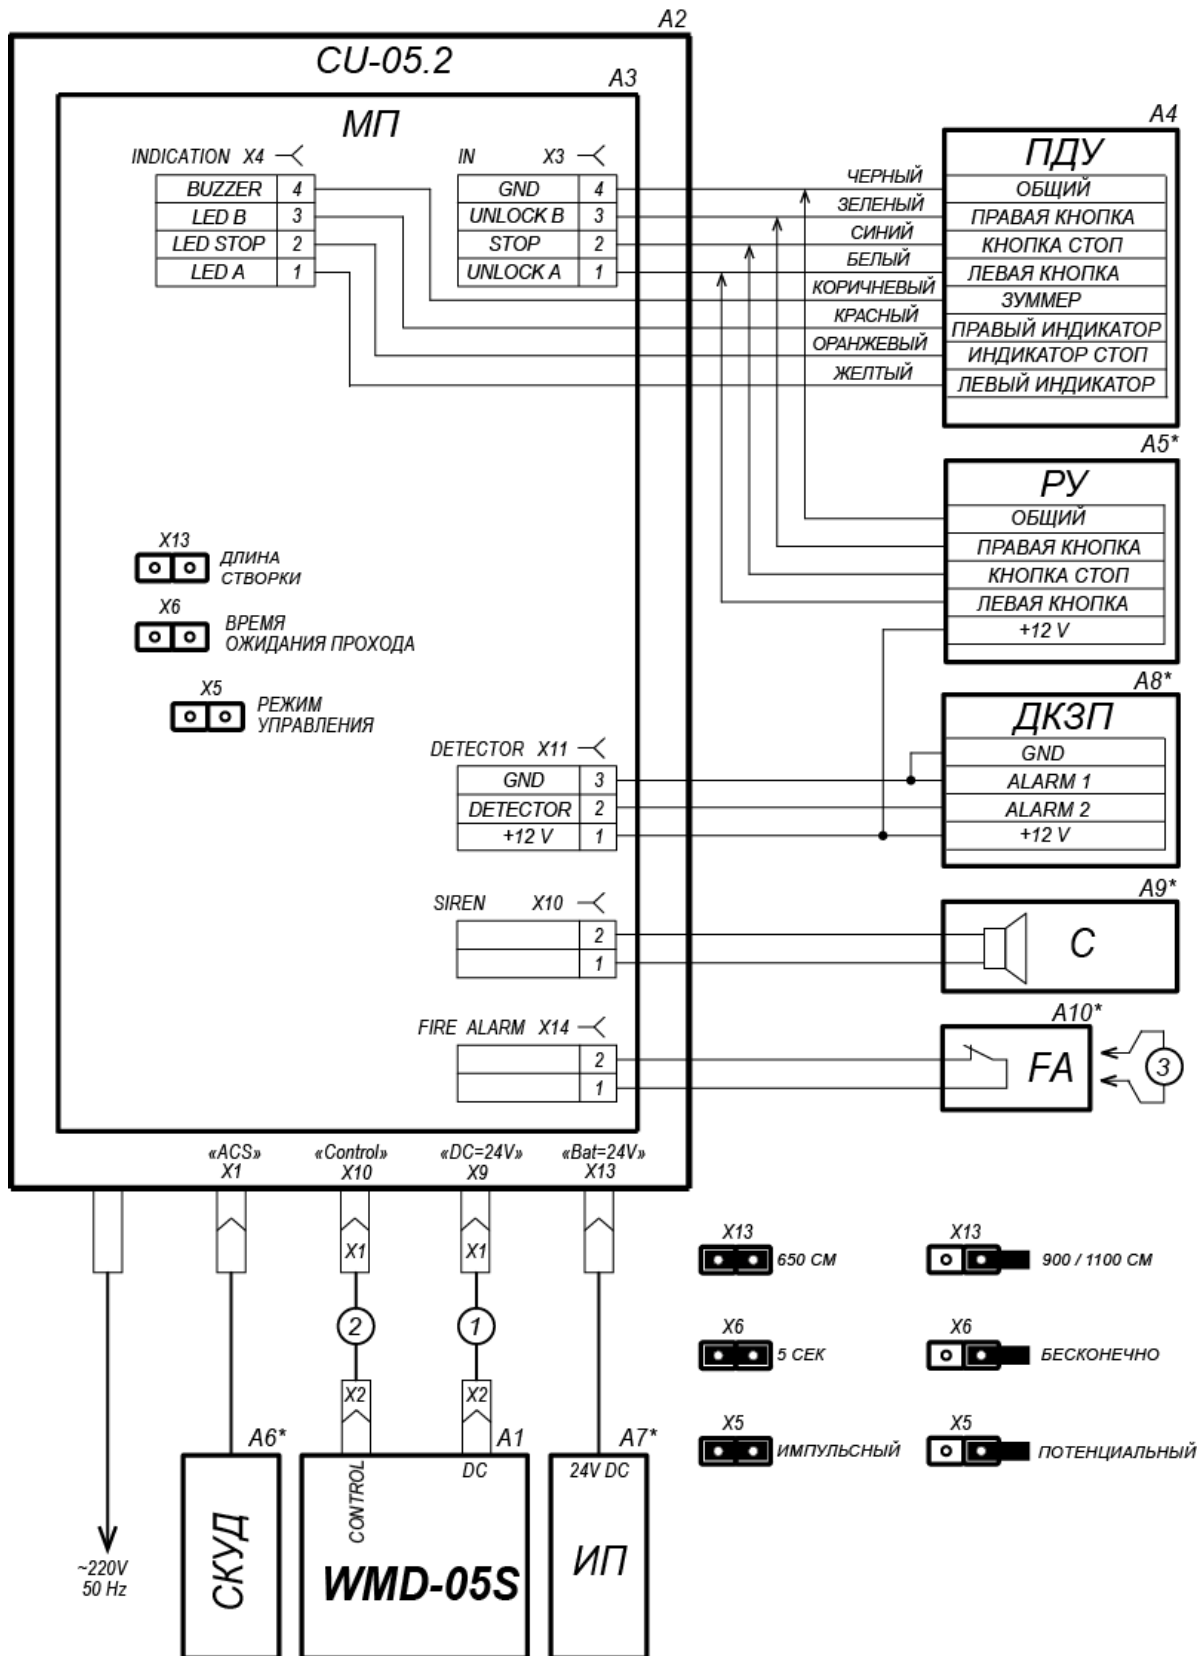

Рисунок 7. Схема подключения калитки¹
- кабель питания (11) к разъему «**DC=24V**»;
- кабель ПДУ (12) протяните через предназначенный для него кабельный ввод внутрь БУ и подключите к клеммным колодкам **X3** и **X4** модуля процессорного в соответствии с рис. 5 и рис. 7.